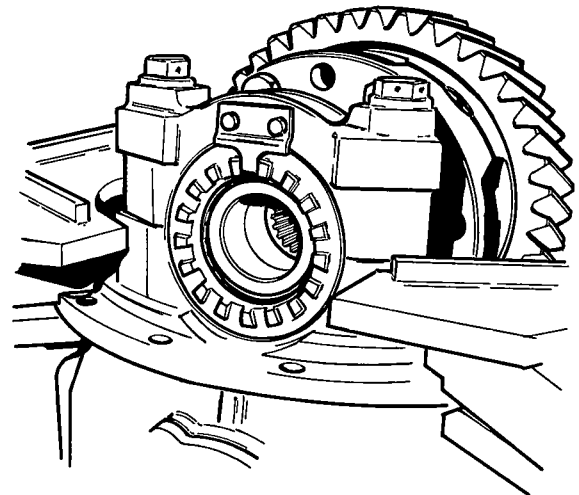
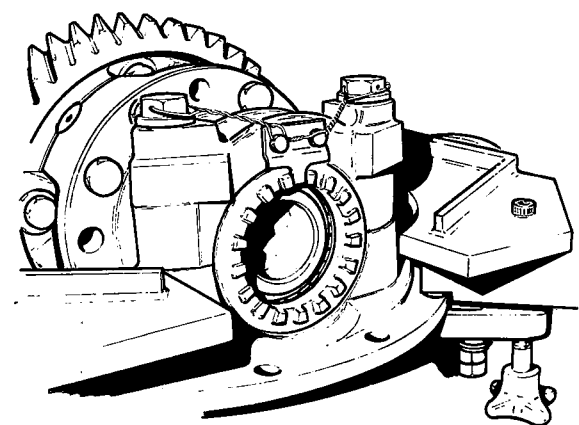

Fig. 29
Fig. 30
- Plaats het grote tandwiel (34) precies tegenover het kleine (44) met behulp van de stelmoeren (26 en 37).
- Monteer de borgplaat (22) van de stelmoeren; draai de bouten vast met een aanhaalkoppel van 2 mkg (fig. 29).
- Haal de bouten (21) van de lagerkappen aan met een aanhaalkoppel van 69 mkg.
- Breng de borgdraad aan, zie fig. 30.